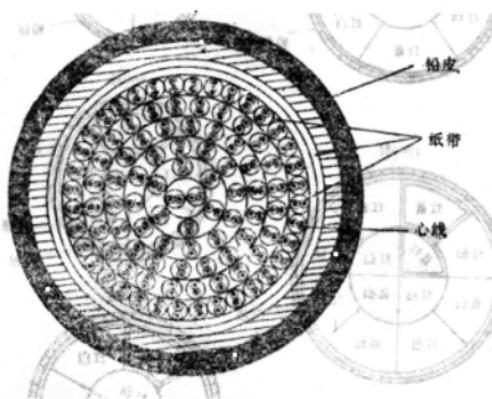

图 1.1 100对普通式市话电缆断面
(1) 同心式电缆：同心式对绞电缆，一般称为普通型电缆，它的结构如图1.1所示。